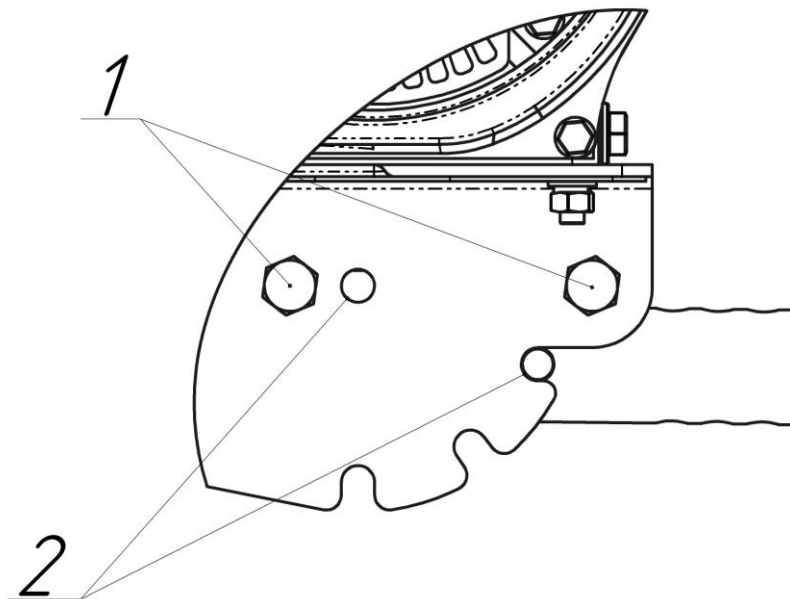

Рис. 3
1. Болты M10x65-A2K DIN 931, 2 шт. позиции 1 (рис. 3) демонтировать с изделия вместе с гайками M10-A2K DIN 934, 2 шт. и шайбами M10-A2K DIN 127, 2 шт.. Труба при этом не снимается, используется для дальнейшей сборки.
3. Пальцы 10x65 вставлять в отверстия №2, согласно рис. 3